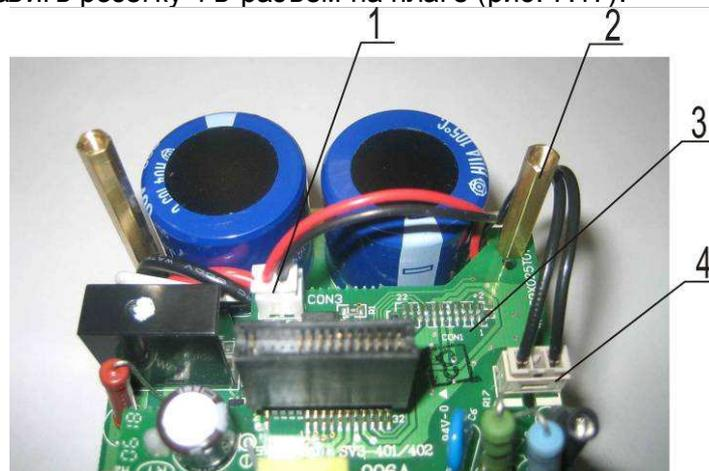

Рис. 7.17
- 7.4.3. Вкрутить в отверстие платы 3 стойку 2 (рис. 7.17).
- 7.4.4. Вставить розетку 4 в разъем на плате 3 (рис. 7.17).
- 7.4.5. Вставить розетку 1 в разъем на плате (рис. 7.17).